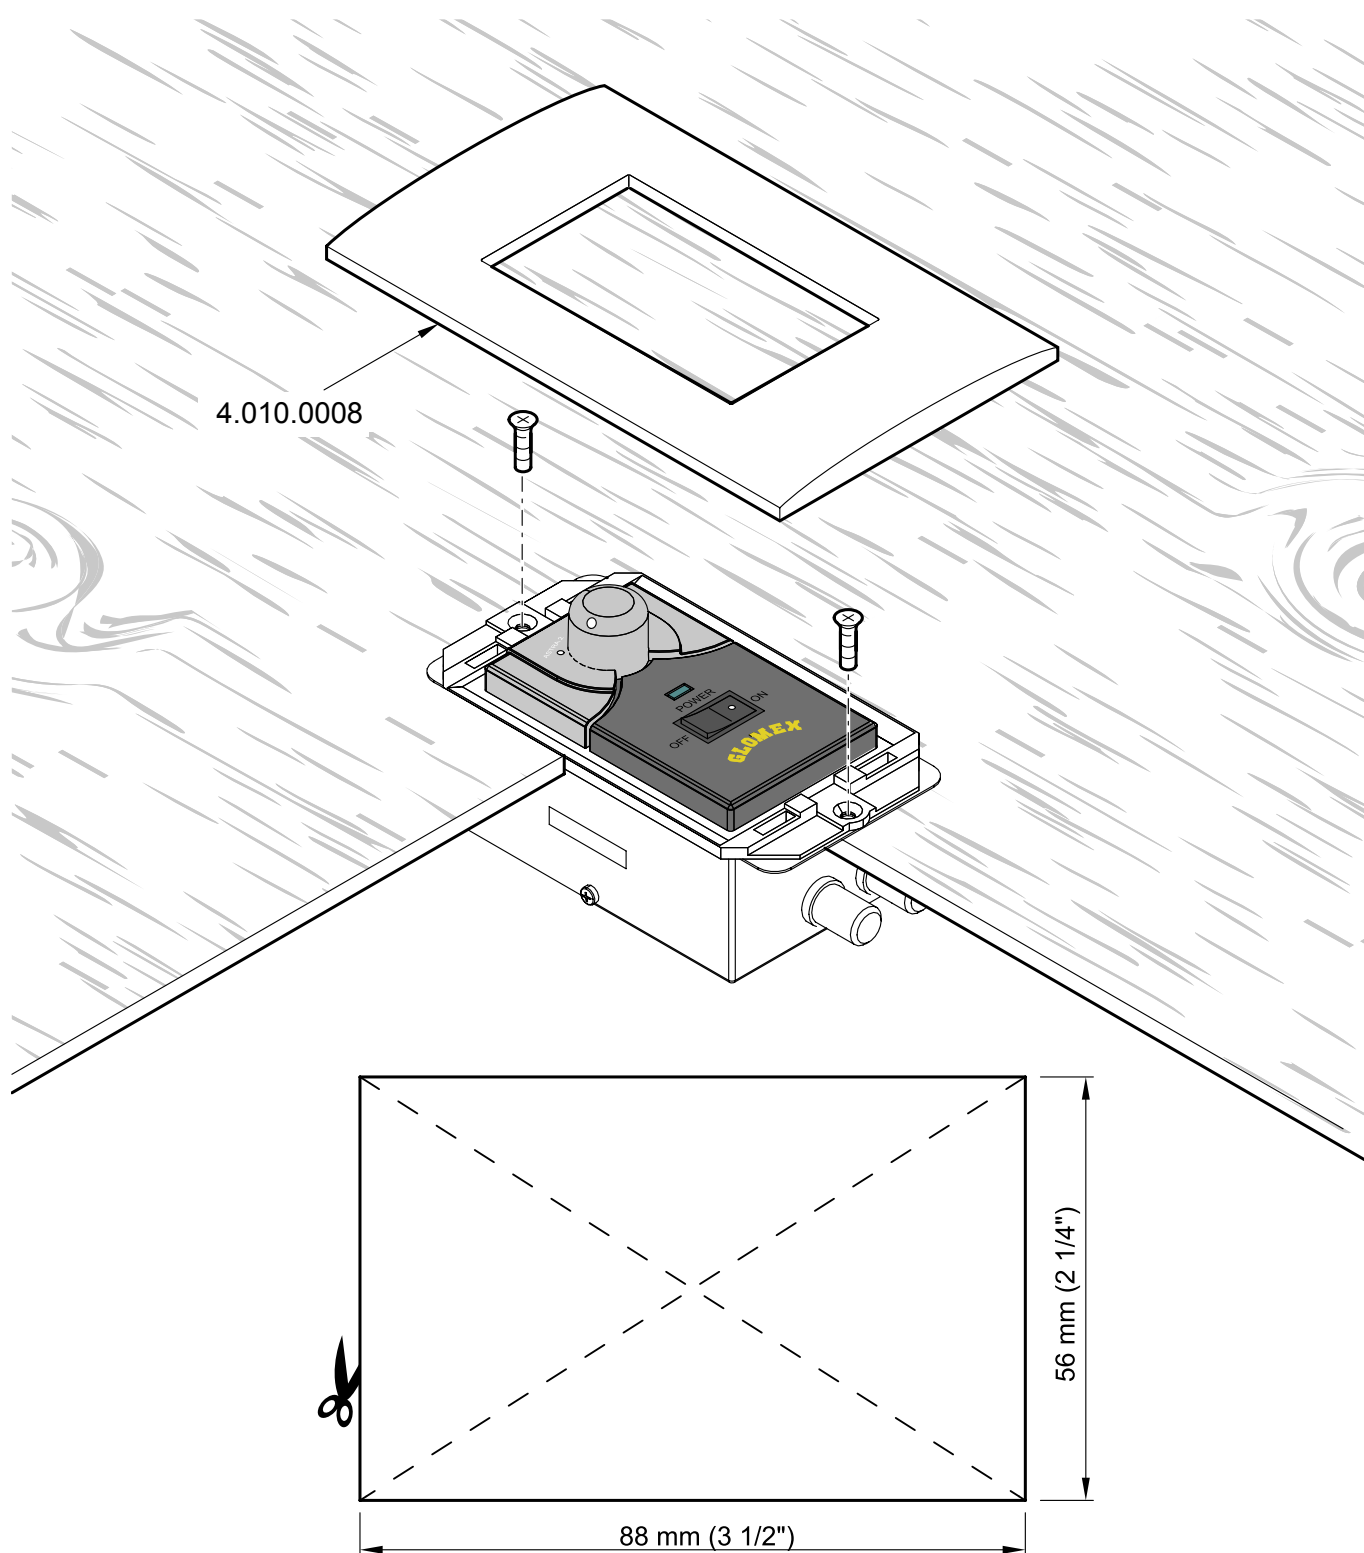

Fig. 15
4. Die Steuereinheit mithilfe des GLOMEX Zubehörteils (Code 4.010.0008) einbauen. Hier bohren Sie bitte ein Loch mit einer Bügelsägemaschine und verwenden einen Bohrer mit einer Spitze von 2,5 mm (verwenden Sie dabei die Montageschablone in **Fig. 15** für die korrekte Größe).